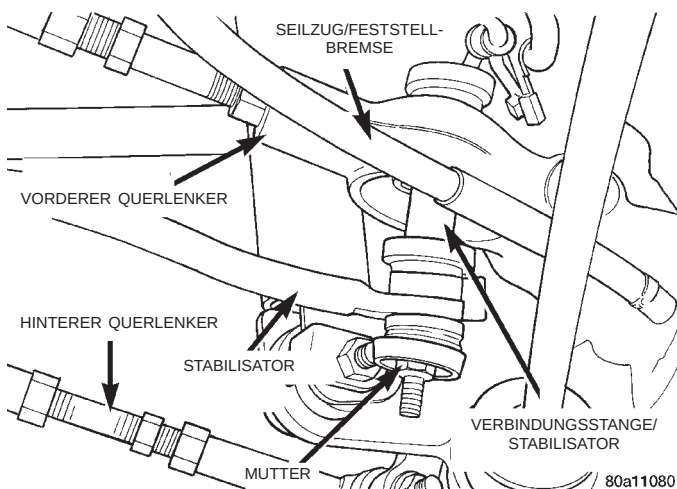

Abb. 6 Verbindungsstangen des Stabilisators
- (1) Fahrzeug anheben. Dazu Unterstellböcke oder eine Hebebühne verwenden, die am Rahmen ange-setzt wird (siehe Kapitel 0, Schmierung und Wartung, Abschnitt "Anheben des Fahrzeugs").
- (2) Beide Hinterräder vom Fahrzeug abbauen.
- (3) Die Muttern abschrauben, mit denen der Stabilisator an den Verbindungsstangen montiert ist (Abb. 6).
- (3) Den Stabilisator an den Verbindungsstangen zu den vorderen Querlenkern (Abb. 6) montieren. Die Gummilager auf die Verbindungsstangen montieren.